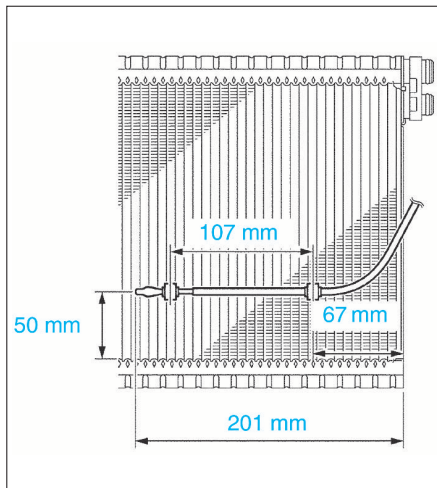

FIG. 22
- poser le capteur de température d'évaporation comme montré sur l'illustration (fig. 22).